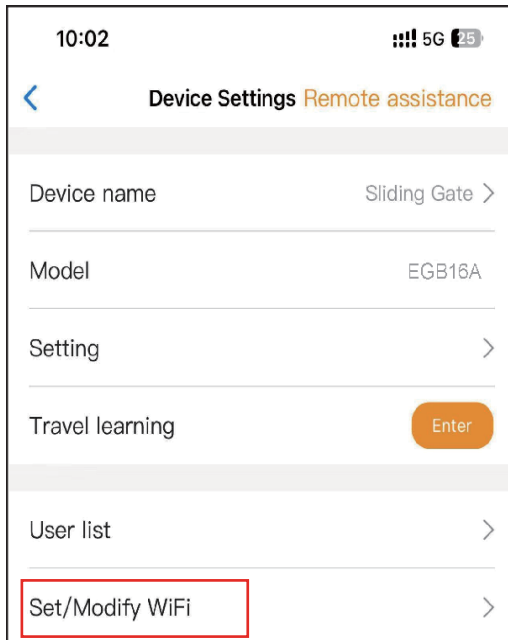

Abb. 7
Schritt 1. Wählen Sie das Gerät aus und tippen Sie auf die Schaltfläche „“ in der oberen rechten Ecke. Klicken Sie anschließend auf „Set/Modify WiFi“ (Wi-Fi einstellen/ändern). (Abb. 7)